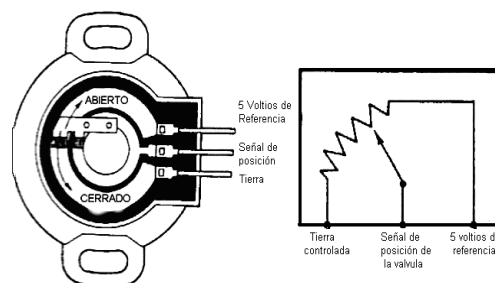

Figura 3.42
B. **Sensor TPS analógico** (figura 3.42) El TPS analógico, varía su valor de voltaje, en función del ángulo de apertura de la mariposa del obturador.